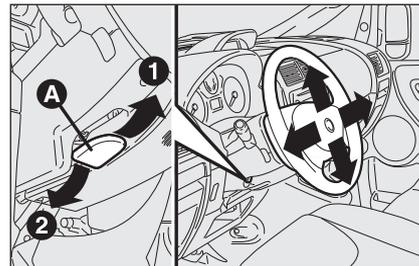

рис. 35
- отпустите рычаг **A** - рис. 35, сдвинув его вперед (положение 2);